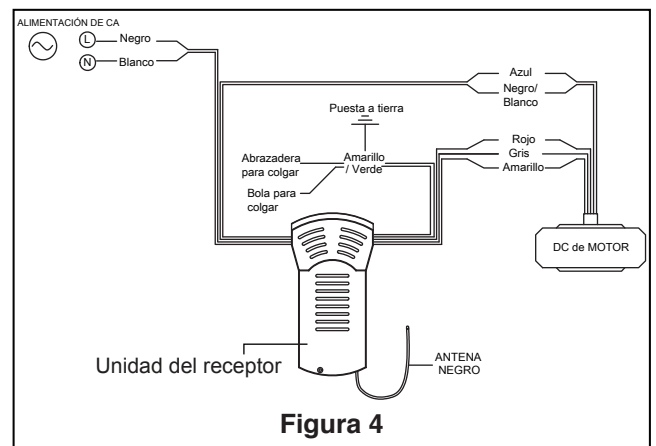

Figura 4
3. Realice las conexiones de cables al bloque del terminal como se muestra en la Figura 4.